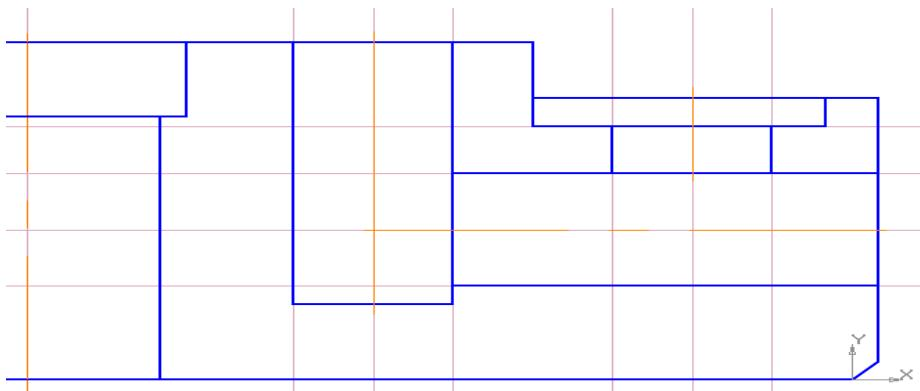

Рис. 27
- j. Выберите **отрезок** и начертите оси (стиль осевая) так как показано на рис. 27. Средина окружностей будет на **расстоянии 3** (для того чтобы удобно было чертить оси, воспользуйтесь **параллельной прямой**).